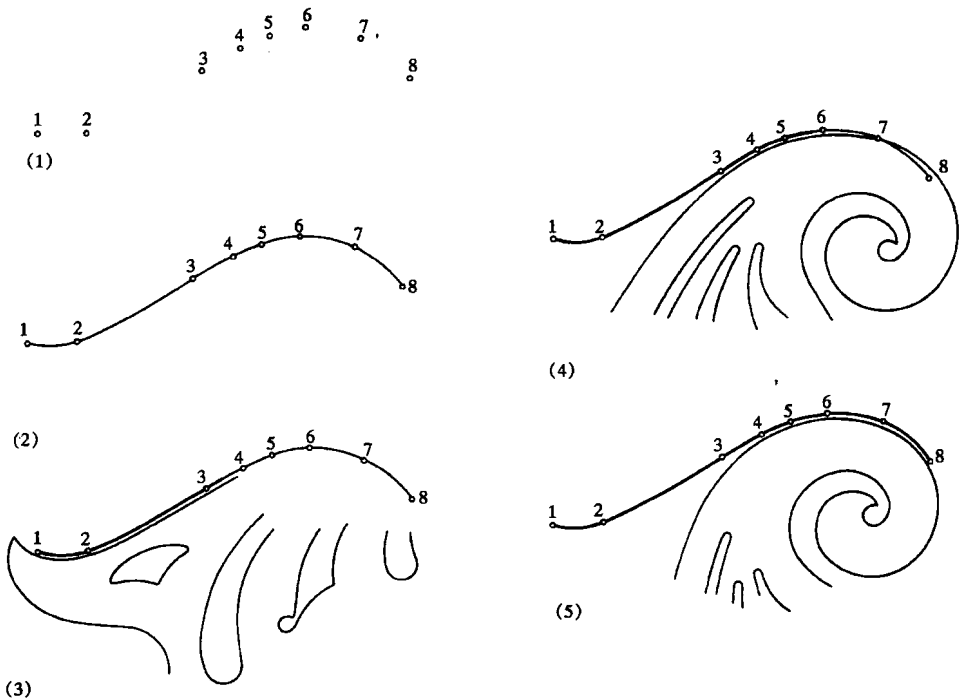

图 1-13 曲线板的使用方法
曲线板的使用方法如图 1-13 所示。首先求得曲线上若干点见图 1-13 (1); 再徒手用铅笔过各点轻轻勾画出曲线, 如图 1-13 (2) 所示; 然后将曲线板靠上, 在曲线板边缘上选择一段至少能经过曲线上三四个点, 见图 1-13 (3), 沿曲线板边缘自点 1 起画曲线至点 3 与点 4 的中间, 再移动曲线板, 选择一段边缘能过 3、4、5、6 各点, 自前段接画曲线至点 5 与点 6 中间, 见图 1-13 (4), 如此延续下去即可画完整段曲线, 如图 1-13 (5) 所示。